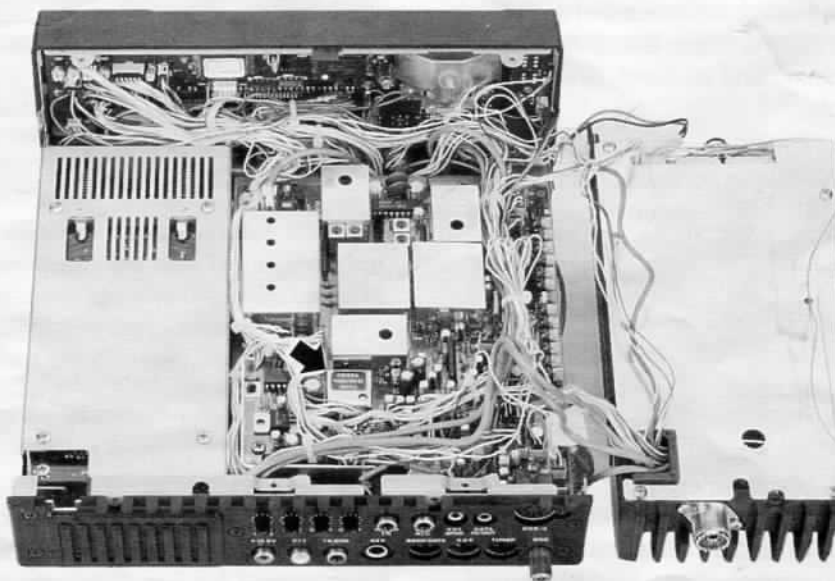

Abbildung 9: Position des TCXO-3
– Biegen Sie die Anschlüsse Ihres TCXO-3 gerade, falls dies notwendig sein sollte. Setzen Sie ihn gemäß Abbildung 9 mit den Lötstiften in die vorbereiteten Löcher ein. Das Loch mit dem Trimmkondensator muß zur Rückseite des Transceivers zeigen. Drücken Sie den TCXO-3 auf die Platine und löten Sie die Anschlüsse auf der Lötseite der Platine an.